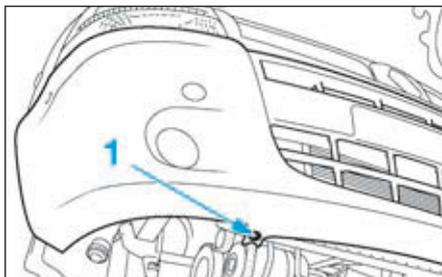

FIG.118
- Déposer les vis de fixation (1) (Fig.118), une à droite et une à gauche.